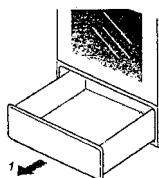

Рис. 11
7.5.2 Как выдвинуть ящик показано на рис. 11.